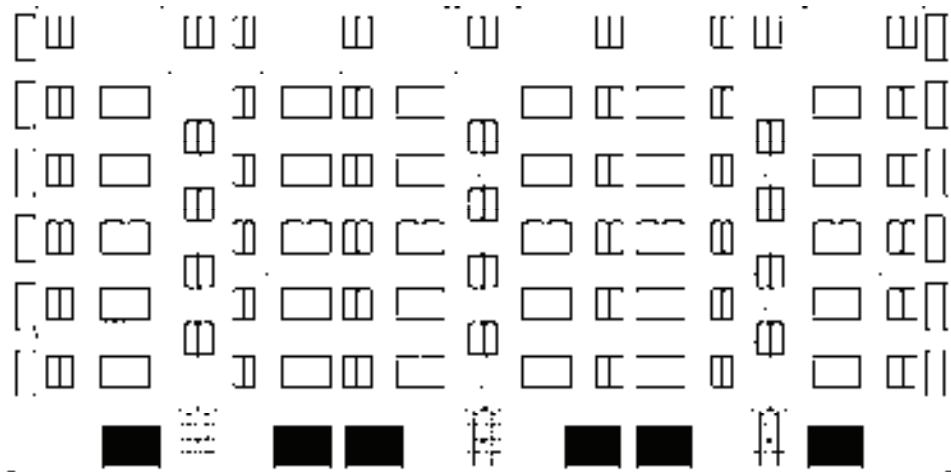

图 14-130 调整结果
5) 调整立面窗。调用“删除”命令，删除多余的立面窗图形；调用“移动”命令，移动立面窗的位置，结果如图 14-130 所示。